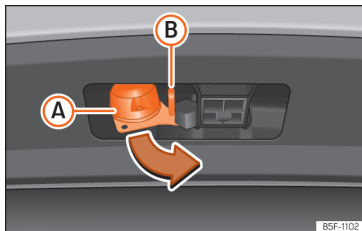

Fig. 179 Rodar o conector de 13 contactos
- Segure no conector pela zona (A) e retire-o no sentido da seta »» Fig. 179.
- Abra a tampa do conector (A) e ligue o reboque »» Fig. 179.
- Engate o cabo de retenção do reboque no olhal de segurança »» Fig. 179 (B). Ao engatá-lo, o cabo de retenção deve **fletir** em todas as posições do reboque face ao veículo (curvas pronunciadas, marcha-atrás, etc.).